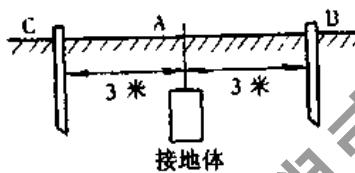

图 9-31 用万用表测接地电阻
(1) 如图 9-31 所示, A 为接地体点, 在距 A 点 3m 的 B、C 处, 分别打入两根测试探针, 打入地面的深度约 500mm。